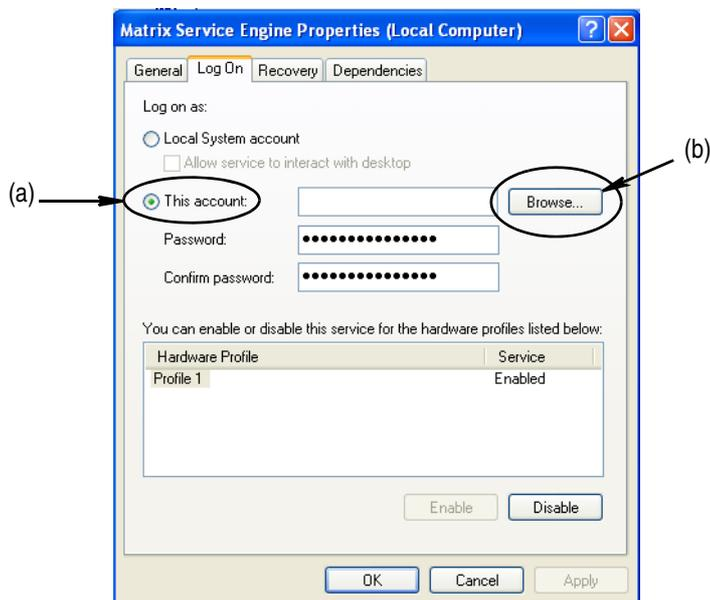

FIG. 58
- f. Sélectionnez "This Account" (Ce compte) (a) (FIG. 58).
- g. Cliquez sur le bouton "Browse" (Parcourir) (b) (FIG. 58).
- Si le nom fourni est trouvé, l'écran illustré dans la FIG. 58 s'affiche de nouveau. Fournissez le mot de passe de votre ordinateur. Dans le champ "Confirm password" (Confirmer le mot de passe), saisissez exactement le même mot de passe.